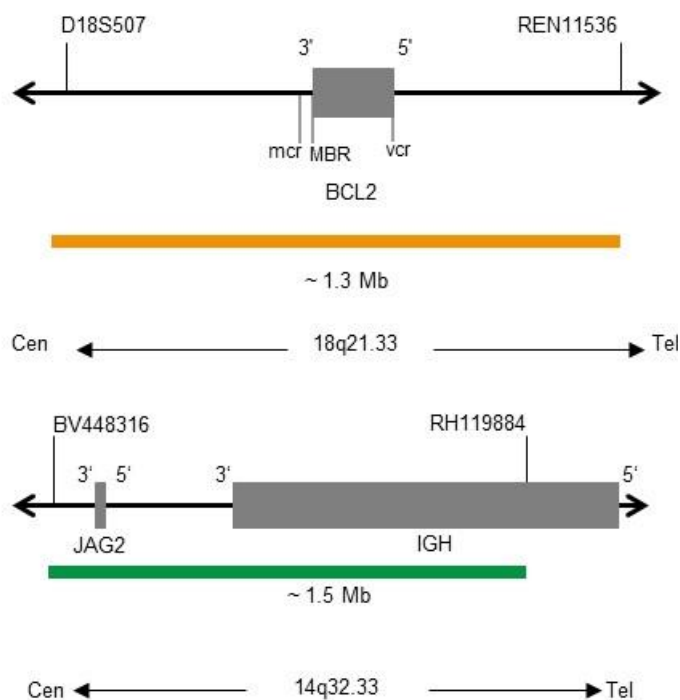

Fig. 1: Cima: SPEC BCL2 Mapa da sonda; Baixo: IGH Mapa da sonda (sem escala)
- Polinucleótidos (~6 ng/μl) com marcação ZyOrange (excitação 547 nm/emissão 572 nm), dirigidos ao mapeamento de sequências alvo em 18q21.33* (chr18:60,180,078-61,507,691) contendo o gene BCL2 (ver Fig. 1).
- Polinucleótidos (~12 ng/μl) com marcação ZyGreen (excitação 503 nm/emissão 528 nm), dirigidos ao mapeamento de sequências alvo em 14q32.33* (chr14:105,462,169-106,995,000) contendo o locus IGH (ver Fig. 1).